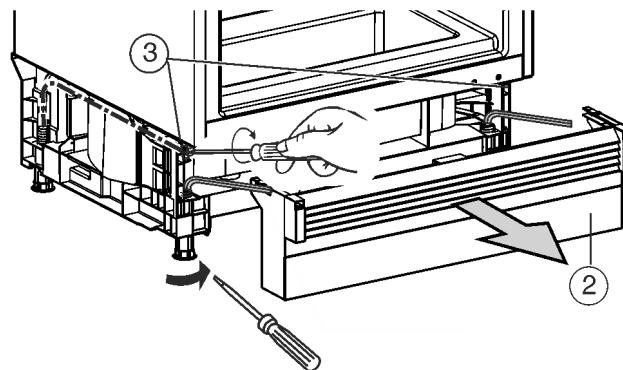

Fig. 10
- Retire hacia delante el panel de zócalo Fig. 10 (2).
- Desenrosque las patas de regulación traseras Fig. 10 (3) utilizando un destornillador y las patas de regulación delanteras utilizando una llave macho hexagonal del 8 de forma alternante hasta apenas llega a la parte inferior de la placa de trabajo.
► Desenrosque las patas de regulación traseras Fig. 10 (3) utilizando un destornillador y las patas de regulación delanteras mediante una llave macho hexagonal del 8 (con las patas de regulación enroscadas) o bien, utilizando un destornillador (con las patas de regulación desenroscadas) de forma alternante como máximo. La carrera de ajuste es como máximo de 1-31/32 " (50 mm).